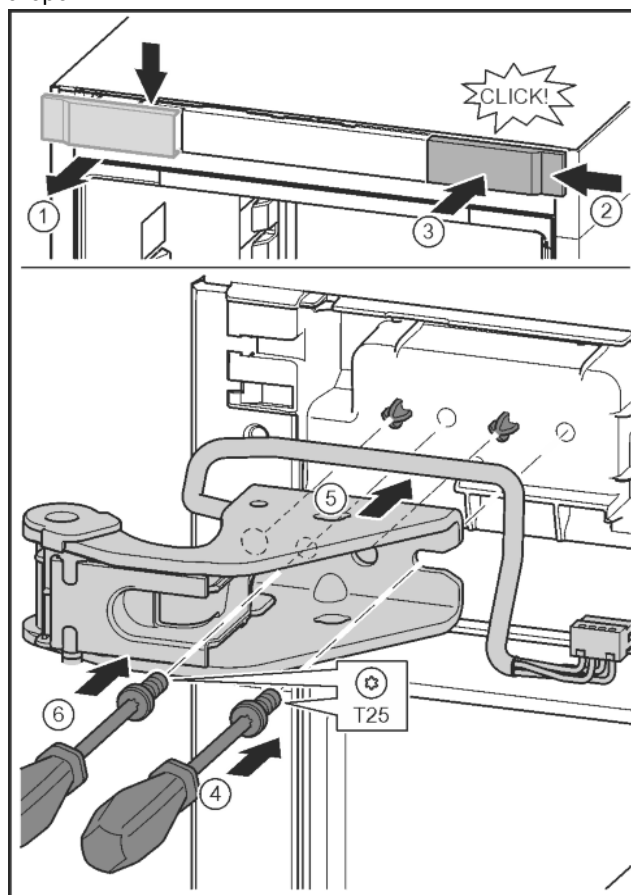

Fig. 31
- ▶ Отпустить крышку и снять сбoku. Fig. 31 (1)
- ▶ Навесить крышку, повернув ее на 180°, справа с другой стороны. Fig. 31 (2)
- ▶ Крышку зафиксировать. *Fig. 31 (3)*
- ▶ Установить винт отверткой T25. *Fig. 31 (4)*
- ▶ Установить верхний опорный кронштейн. *Fig. 31 (5)*
- ▶ Затянуть винт. *Fig. 31 (4)*
- ▶ Вставить и затянуть винт отверткой T25. *Fig. 31 (6)*